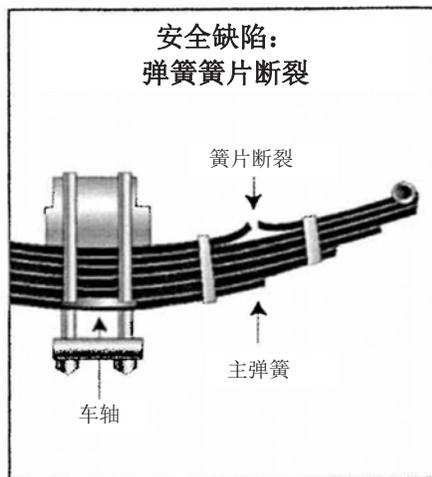

图 2.3
- 任何板簧有簧片缺失或断裂（请参见图 2.3）。任何缺陷都可能产生危险。如果存在以下任何一种情况，车辆将被处以“停运”处理且必须进行修理：